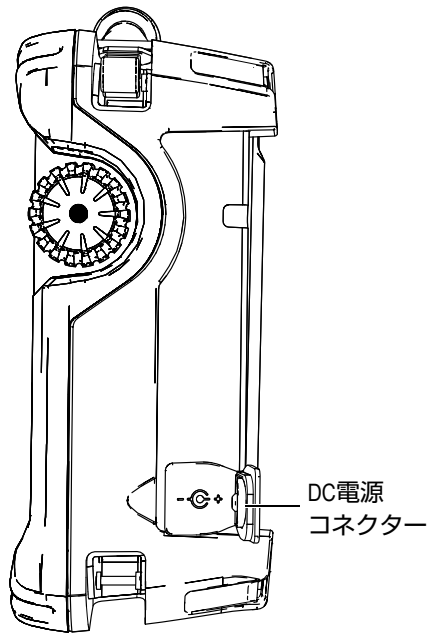

図 3-4 OmniScan SX DC 電源コネクター
2. OmniScan SXの本体の右側に位置するDC電源コネクターのゴム製のカバーを取り外します（45ページの図 3-4参照）。
3. ACチャージャーアダプターをOmniScan SX DC電源コネクター（45ページの図 3-4参照）に差し込みます。